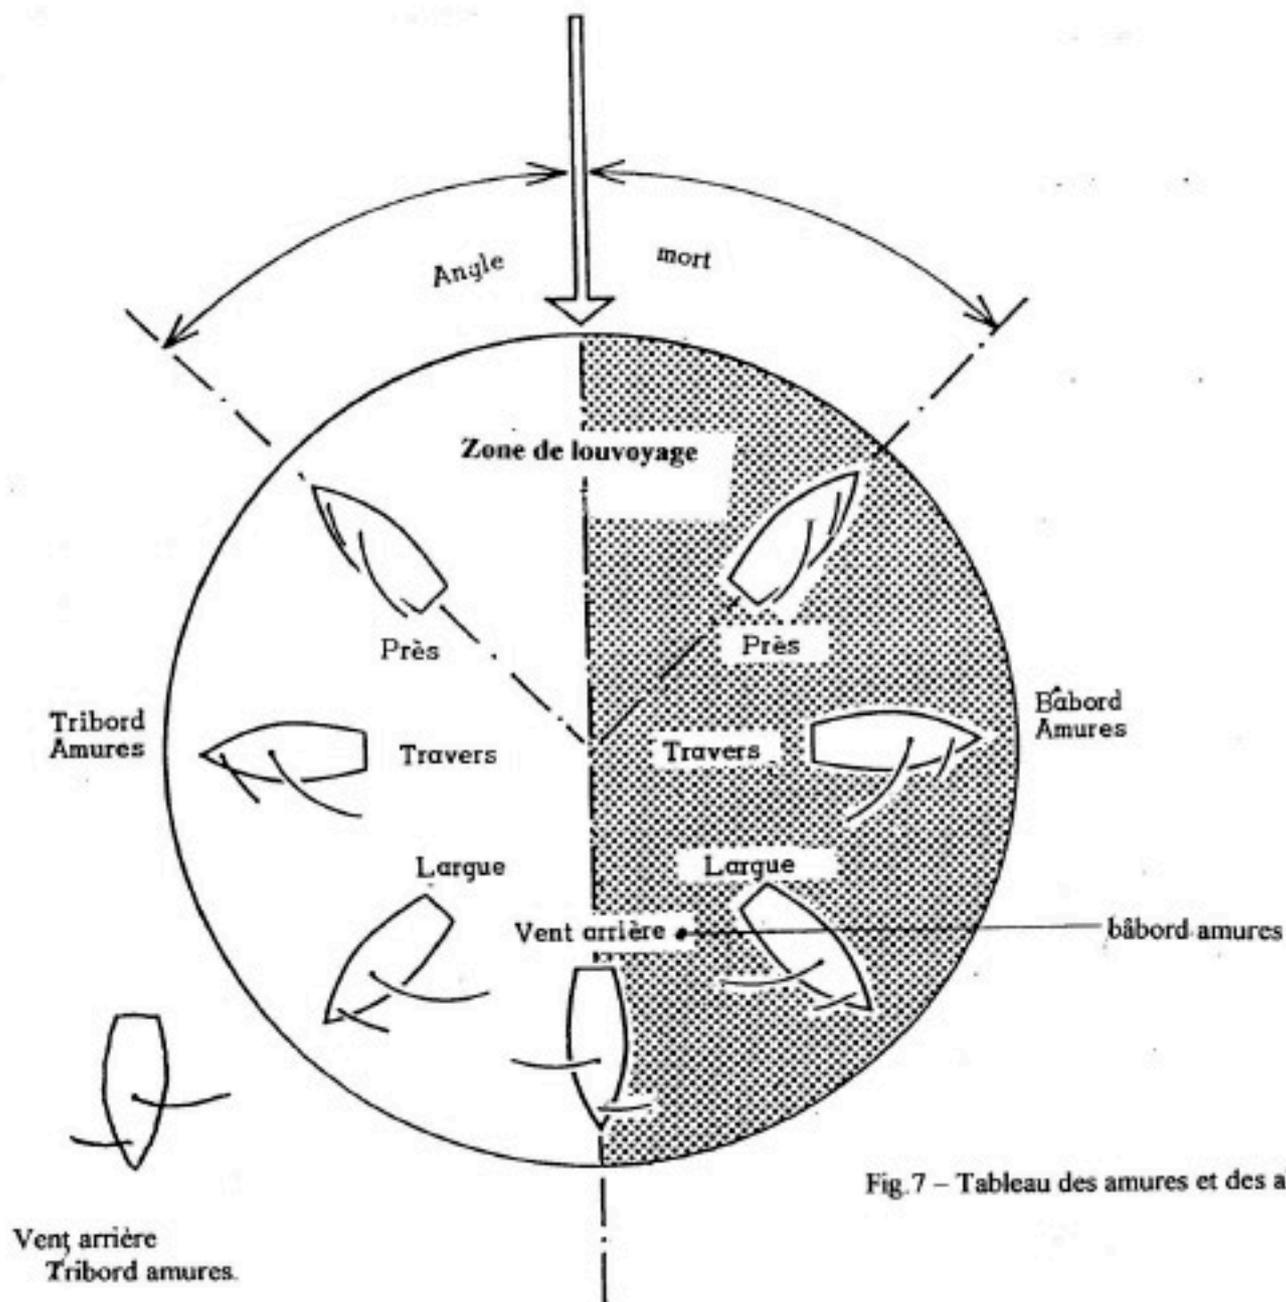

Fig.7 - Tableau des amures et des allures
- le vent rattrape le bateau et le vent apparent (voir Fig. 7) qui s'exerce sur la voile est plus faible que le vent réel car le vent-vitesse du bateau se déduit de la vitesse du vent.
7°/ TABLEAU DES AMURES ET DES ALLURES (Fig.7)
La figure 7 résume toutes les *allures* pour chacune des deux *amures*.
- NOTA - Cette figure 7 est à étudier de très près car nous verrons que les règles de priorité de bateaux qui risquent d'entrer en collision sont basées sur les amures. Par conséquent, si vous apercevez un bateau qui vient *vers vous*, vous devez reconnaître *instantanément* son amure pour effectuer, avant qu'il ne soit trop tard, la manœuvre qui s'impose pour éviter l'abordage.